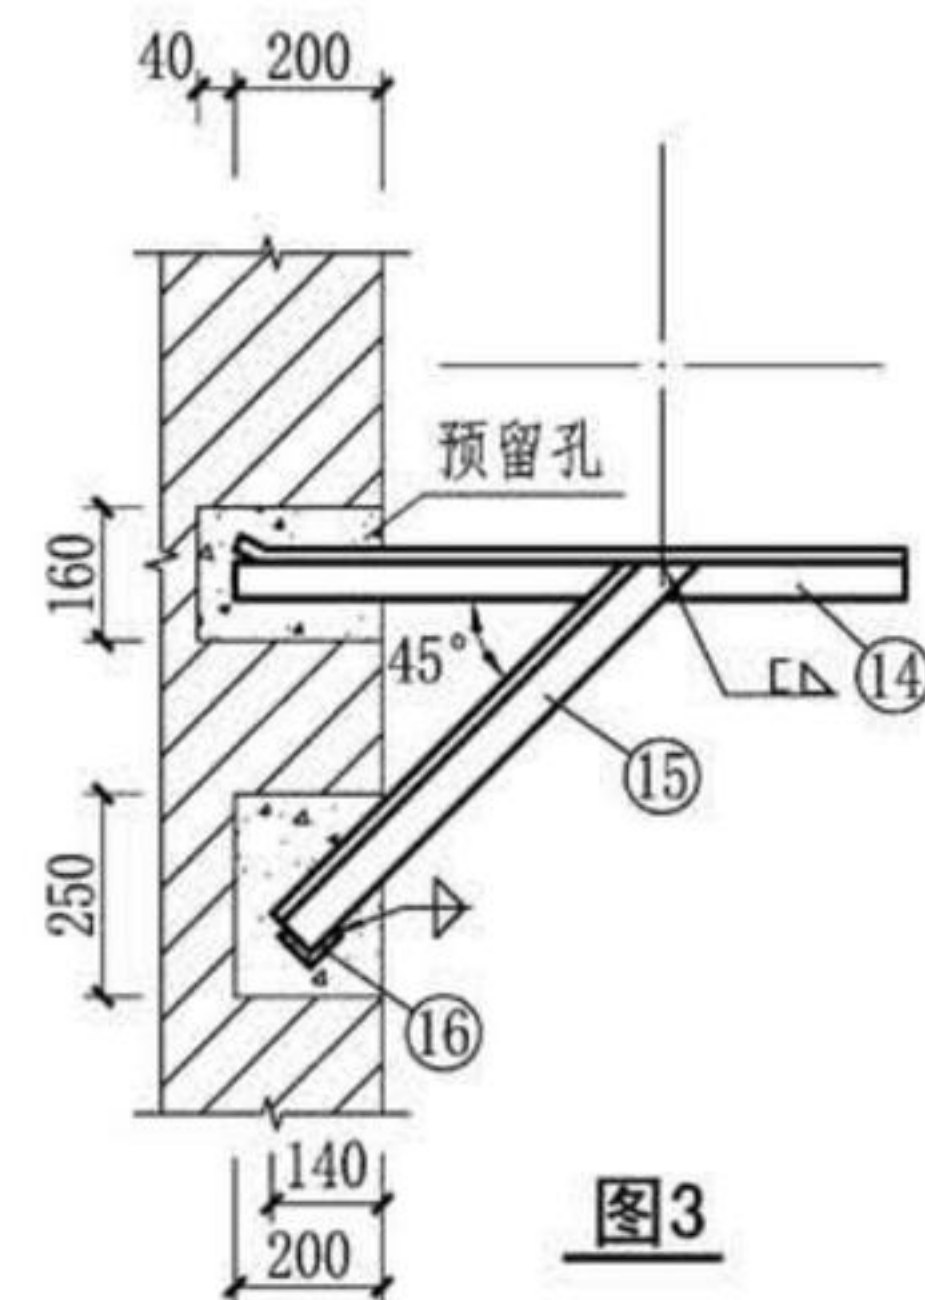

图3
2. 悬臂型是否需要加固件②，参考材料选用表；加固件②长度均为150mm。
4. 风管与横梁固定方式参见本图集第42页图1~图3、第43页图1~图2及第44页图1~图5。